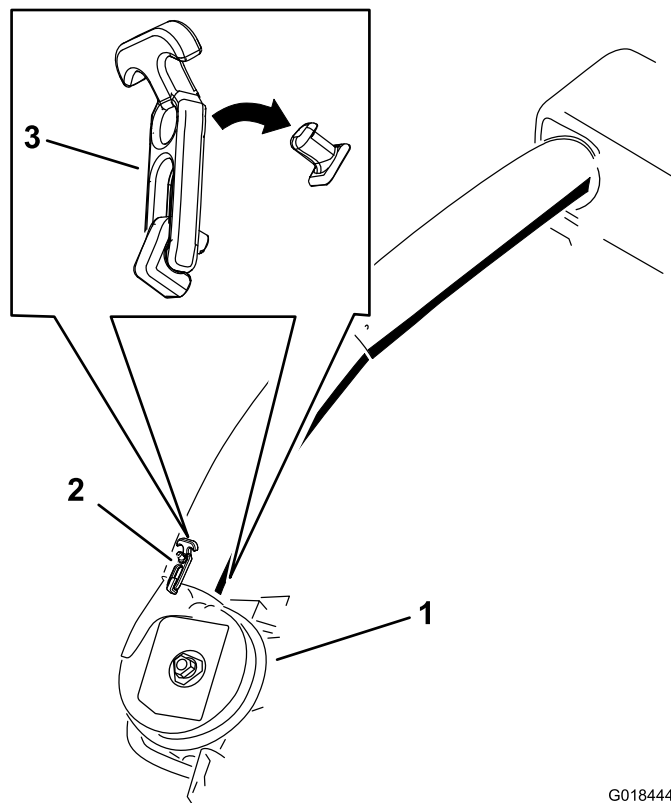

Figura 30
4. Utilice ambos cierres para sujetar el tubo inferior al conjunto del soplador (Figura 30).
19. Utilice ambos cierres para sujetar el tubo inferior al conjunto del soplador (Figura 30).